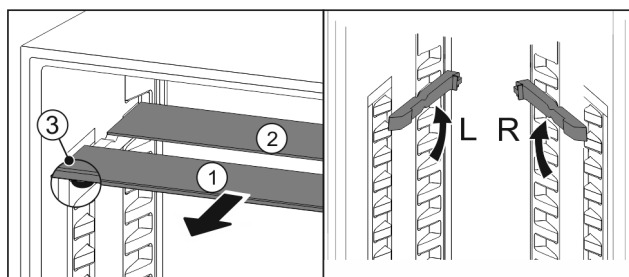

Fig. 22
- ▶ Skleněné desky jednotlivě vytáhněte dopředu Fig. 22 (1).
- ▷ Skleněná deska Fig. 22 (1) s ozdobnou lištou leží vpředu.
- ▷ Zarážky Fig. 22 (3) směřují dolů.